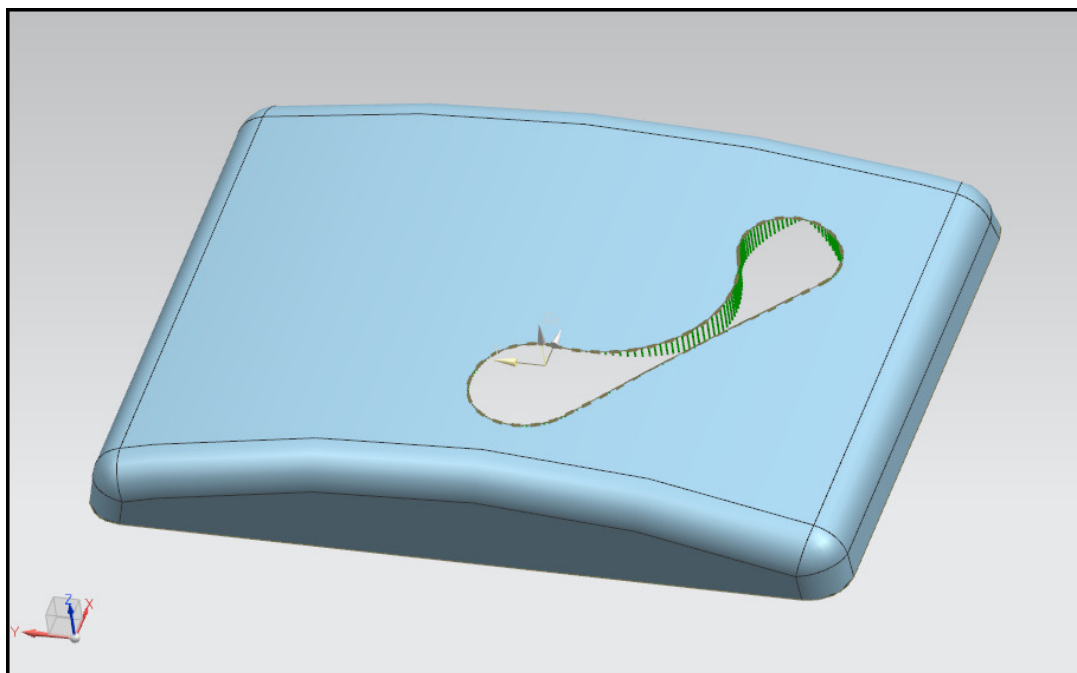

Рис. 5.98. Визуализация углов обрезки
7. При нажатии в рабочем окне вдоль контура будут созданы отрезки, нормальные к грани, содержащей контур (рис. 5.98). Отрезки могут быть окрашены в различные